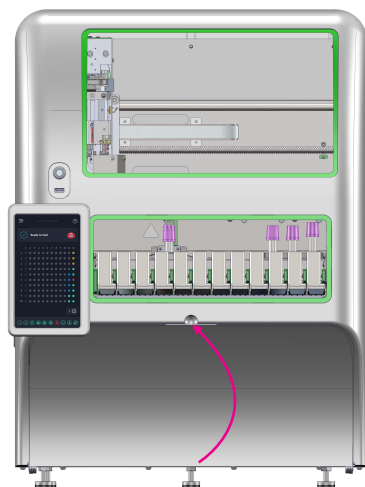

Figura 63
7. Feche a Porta do Compartimento do Frasco (Figura 63).